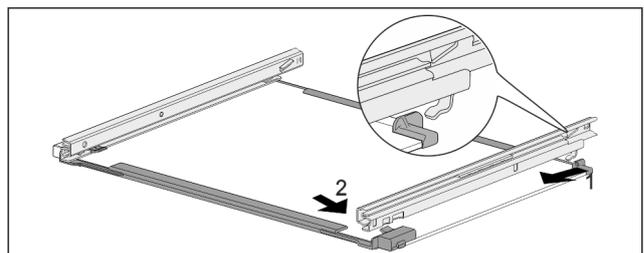

Fig. 192 Glasplatte mit Schienen
- ▶ Schiene hinten einhaken. *Fig. 192 (1)*
- ▶ Schiene vorne einrasten. *Fig. 192 (2)*